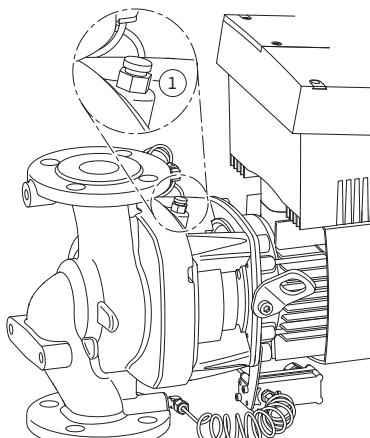

Fig. 51: Ilmausventtiili
6. Poista pumpun paine avaamalla ilmanpoistoventtiili (Fig. 51, pos. 1).